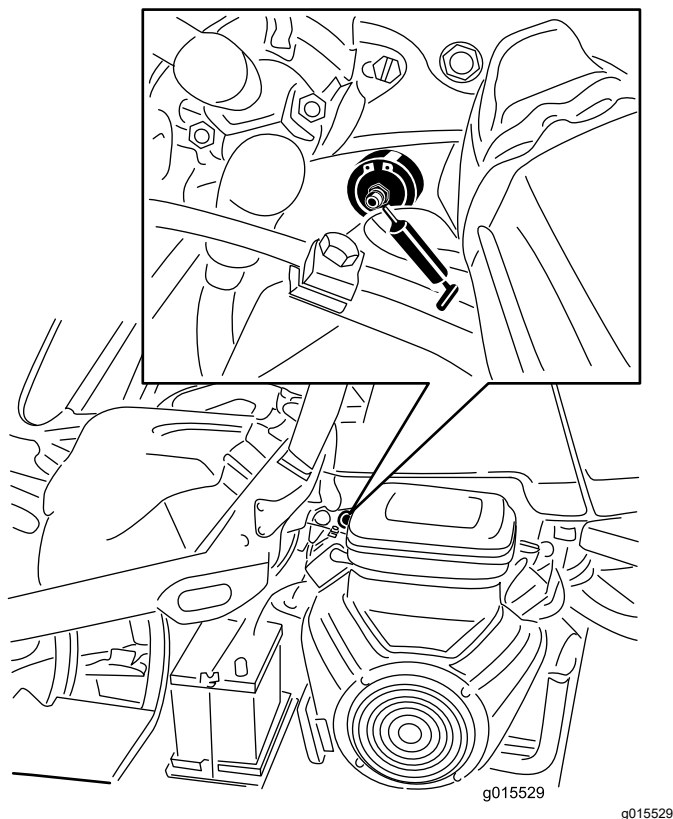

Figura 32
1. Limpe os bocais de lubrificação para não forçar a entrada de matérias estranhas no rolamento ou casquilho (Figura 32).